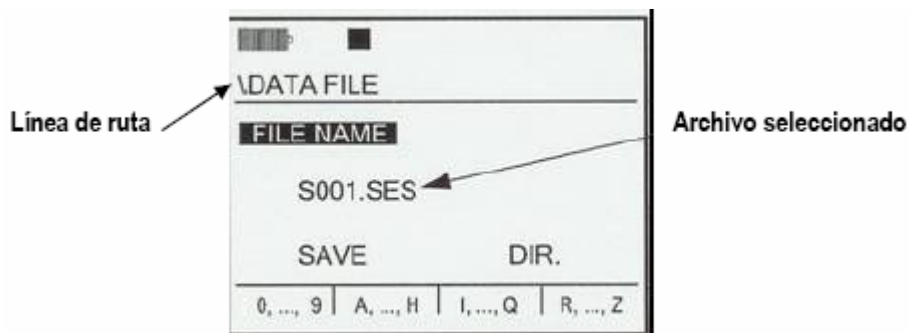

Figura 8 – 3: Pantalla para cambio de nombre a un archivo.
1. En la pantalla INICIO, oprima el botón FILE (Figura 8 – 1)